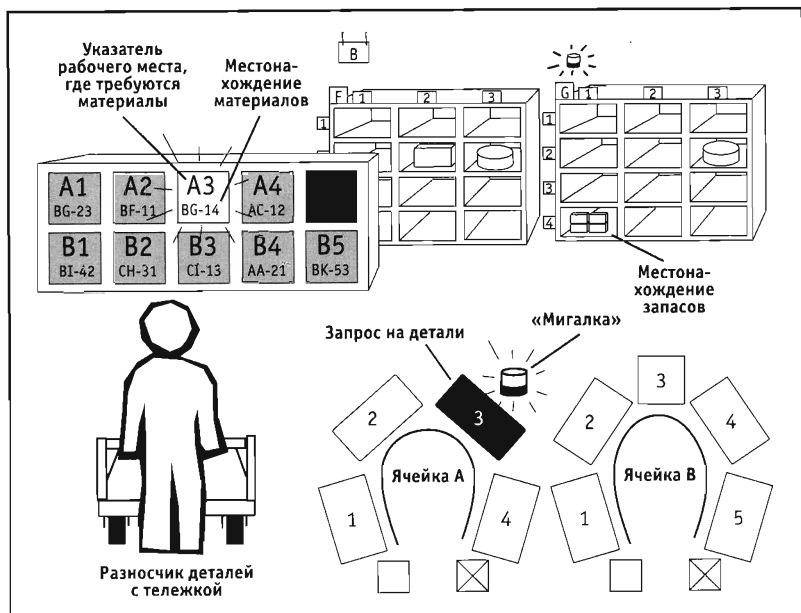

Рис. 5-4. Места хранения деталей.
1. Определить и маркировать места, в которых будут храниться детали и изделия между процессами. Указать место хранения на канбане. На рис. 5-4 показано, как разносчик деталей («водяной паук») при помощи указателей и маркировки ориентируется в том, какие детали нужны и где они находятся.